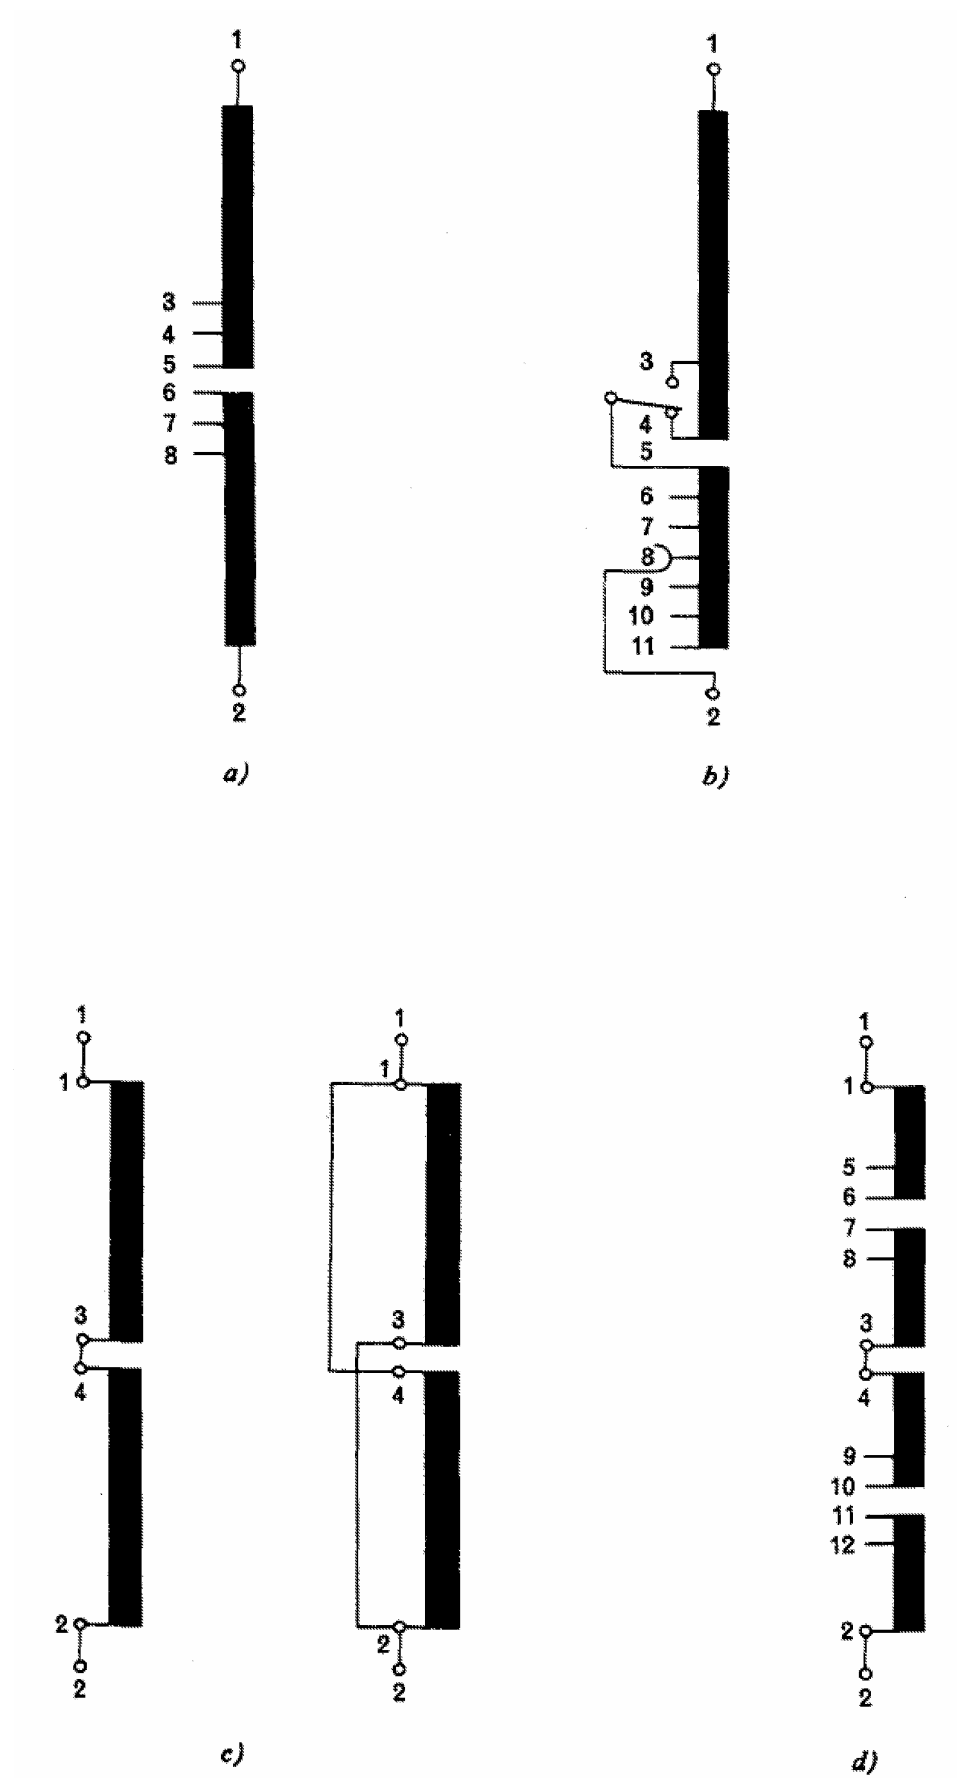

Fig. 6: Cifras que designan los extremos y las tomas intermedias de las fases
- El tercer carácter es una cifra que indica los extremos y las tomas de los arrollamientos de fase. Los extremos de las fases se marcan con las cifras 1 y 2. Las tomas intermedias se señalan con las cifras 3, 4, 5, etc. empezando por la toma más cercana al extremo designado con un “1” (véase la Fig. 6).